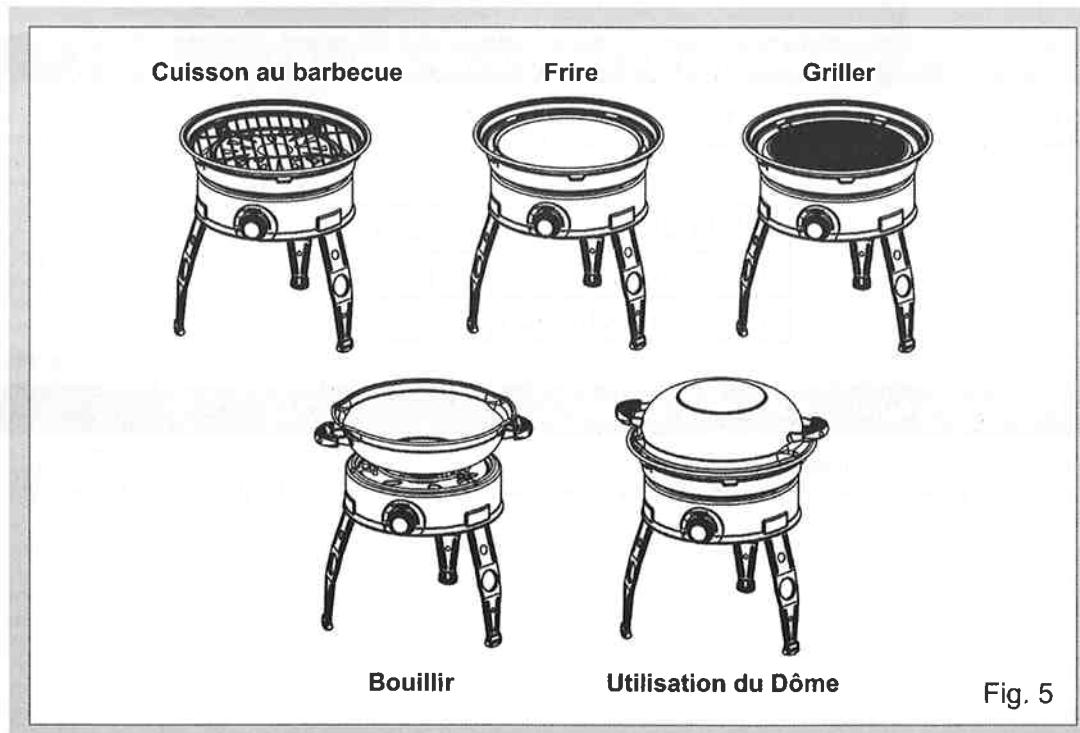

Fig. 5
- Pour ce type de cuisson, utilisez l'option BBQ. Placez la Plaque de Déviation du bas (E) de manière concentrique sur la bague extérieure du Support du pot (G) en vous assurant qu'elle est bien en place. Placez la Plaque Déflecteur Supérieure (D) puis la Grille Métallique (C) dans la cavité du rebord intérieur de la Plaque Déflecteur Inférieure (Voir Fig.5). Cette méthode de cuisson est idéale pour côtelettes, brochettes, poulet, porc, etc. Avertissement : Au moment de faire cuire des viandes grasses, du gras peut s'écouler à l'intérieur de l'appareil et causer des flamboiements. Porter une attention spéciale en faisant cuire de tels aliments. Les températures de cuisson peuvent être facilement réglées afin de répondre à ses besoins. Il suffit de tourner la poignée de la soupape (J) pour régler la chaleur.
- Pour ce genre de cuisson placez la Plaque du Gril (B) sur la Plaque Déflecteur Inférieure (E) en mettant le coté nervuré de la Plaque du Gril le plus haut possible (Voir Fig.5). Assurez-vous que la Plaque Déflecteur Supérieure (D) soit retirée et que la Plaque du Gril soit fermement placée dans la cavité de la Plaque Déflecteur. Cette méthode de cuisson est idéale pour les biftecks et autres coupes de viande en tranches. Pour de meilleurs résultats, régler le barbecue à chaleur moyenne en modifiant le débit du gaz. Les viandes cuites de cette façon auront des lignes noircies tout comme la viande cuite par des professionnels. Ne laisser cuire quelques minutes de chaque côté. Régler le temps et le degré de cuisson selon les goûts de chacun, de saignant à bien cuit.
- Pour ce type de cuisson utilisez la Caisse munie du Porte Marmite (G). Le Four en forme de Coupole (A) peut être utilisé comme une marmite pour ébouillanter ou pour faire de la cuisine en général, autrement placez une marmite appropriée d'un diamètre de 150 mm au moins et de 250 mm au maximum sur le Porte Marmite (Voir Fig.5). Un litre d'eau bouillira en 6 minutes environ selon la condition et la taille de la marmite utilisée.